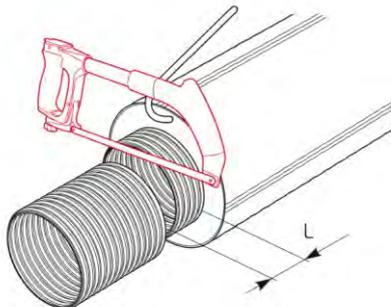

Рис. 3.6.9
**9.** Обрезать напорную трубу перпендикулярно продольной оси на расстоянии  $L$  от торца слоя теплоизоляции (рис. 3.6.9).